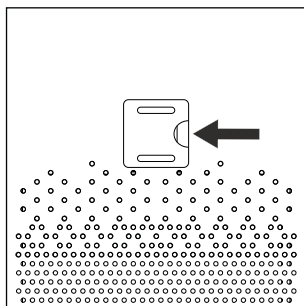

Fig. 1
2. Para abrir la cubierta del compartimento del sensor de partículas **11** de la parte posterior del aparato, introduzca el dedo en el orificio de la cubierta **11** (consulte la fig. 1). Tras esto, tire de la cubierta **11** hacia sí mismo hasta que se abra.